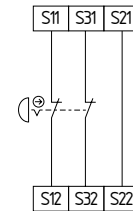

Fig. 13
**Circuito de Paro de Emergencia de dos canales con pulsadores según EN ISO 13850 y EN 60947-5-5 (véase fig. 13)**